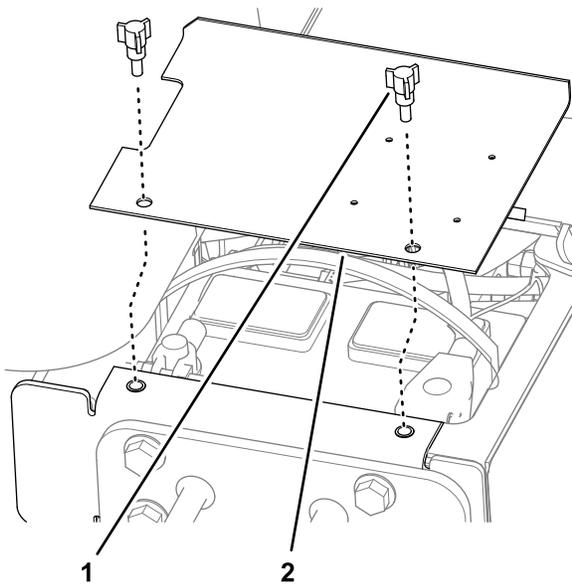

Figura 2
1. Solte os dois manípulos que prendem a cobertura exterior da bateria à estrutura da máquina e retire a cobertura (Figura 2).